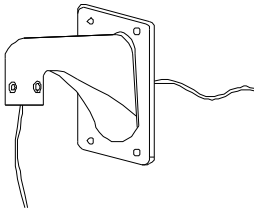

Abbildung 8
- 2) Lösen Sie die Steuerungskabel aus den Halterungen (s. Abb. 8).